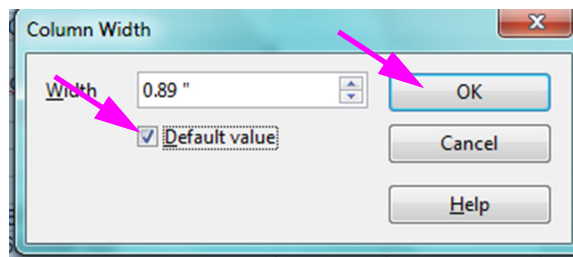

Figura D-7. Caixa de diálogo Column Width (Largura da coluna)
10. Será visualizada a caixa de diálogo Column Width (Largura da coluna). Consulte a figura D-7.